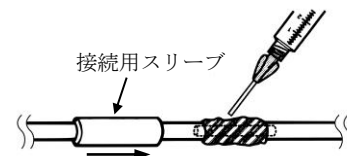

図 4
- (7) シリンジを使って、接続部分約 2.5 cm の範囲にわたって留置カテーテル及び修復用チューブ外表面に接着剤を塗布する。さらに、接続用スリーブをスライドさせ、接続部分の中心に位置させる（図 4）。